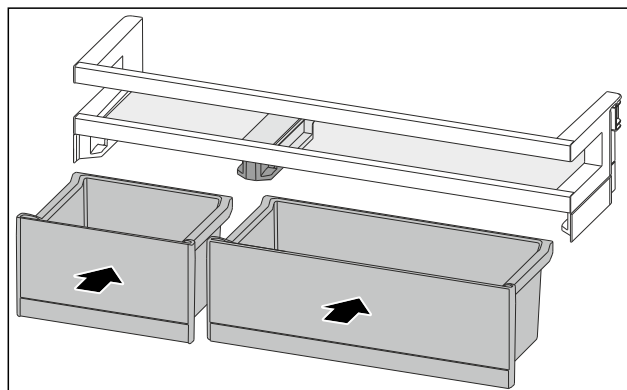

Fig. 129
- ▶ Umetnite kutije VarioBox izmijenjenim redoslijedom. (pogledajte Fig. 129)